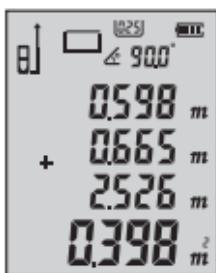

图2
2. 短按 **累加** 键，进入累加模式，再测量第二个面积，得到结果如下图2